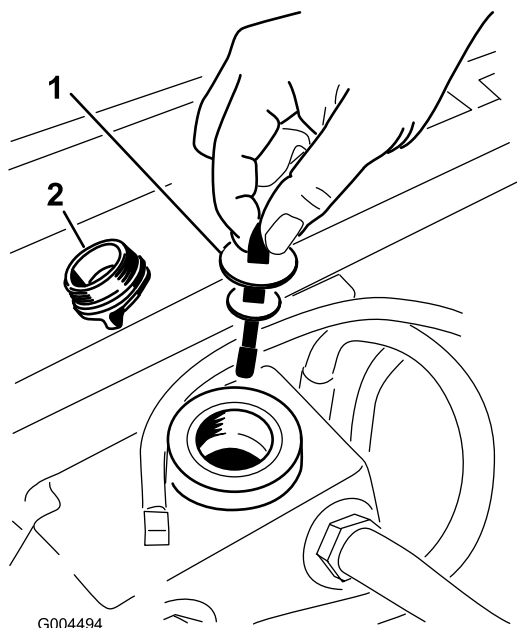

図 66
5. 油圧オイル給油口からキャップ (図 66) を取る。
6. ディップスティックを抜き、ウェスで一度きれいに拭く(図 66)。
7. もう一度首に差し込んで引き抜き、オイルの量を点検する(図 66)。